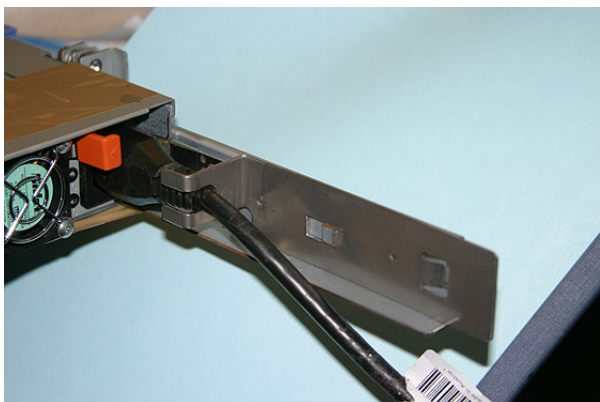

図 19. ケーブル保持ブラケットを取り付けた SAN ボリューム・コントローラー 2145-8F4
3. ケーブル保持ブラケットをサポート・レールの位置に合わせ、ブラケットをレール後部のスロットに取り付けます。46 ページの図 19 は、SAN ボリューム・コントローラー 2145-8F4 に取り付けられたケーブル保持ブラケットの図を示しています。